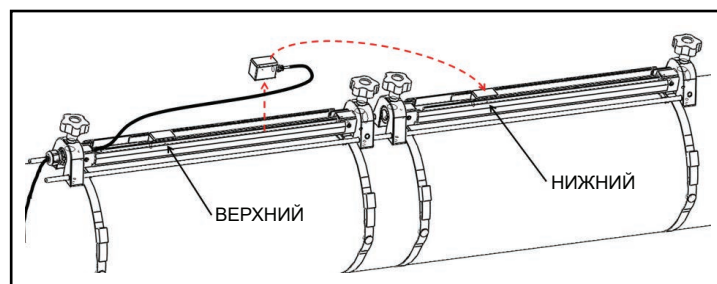

Рис. 16. Перемещение преобразователя против потока
- b. снимите преобразователь против потока с первого крепежного приспособления (см. рисунок 16 ниже), отсоедините кабель преобразователей и проденьте кабель через второе крепежное приспособление. Установите преобразователь против потока во второе крепежное приспособление и подсоедините кабель преобразователя. Если вы используете твердый контактный гель, нанесите его на поверхности обоих преобразователей. Затем разверните преобразователи в исходное положение на направляющей.